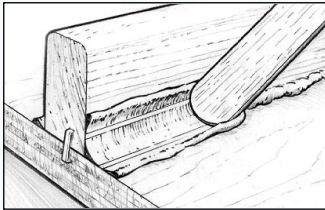

Abbildung 13 Formen und glätten Sie die Hohlkehle.
2. Verstreichen Sie das herausgedrückte angedickte Epoxidharz zu einer Hohlkehle. Ziehen Sie hierfür ein gerundetes Rührholz (ein Mixstab ist ideal) entlang der Fuge. Schieben Sie überschüssiges Material vor dem Werkzeug her und lassen Sie auf jeder Seite eine deutlich markierte geglättete konkave Hohlkehle über. Das überschüssige Material außerhalb der Markierung (*Abbildung 13*) kann für andere Bereiche wiederverwendet werden. Glätten Sie die Hohlkehle dann nach Wunsch nach. Ein Mixstab ergibt eine Hohlkehle mit einem ungefähren Radius von 10mm. Für größere Hohlkehlen eignet sich eine Kunststoffspachtelklinge 808, die zurechtgeschnitten oder entsprechend gebogen ist.